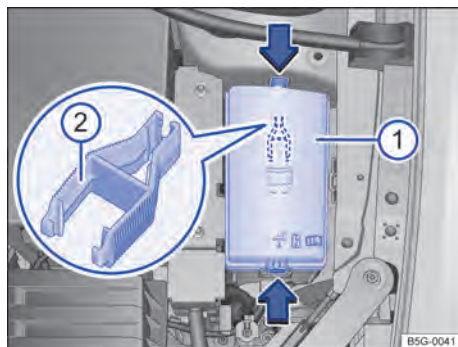

Fig. 136 No compartimento do motor: cobertura  da caixa de fusíveis com pinça de plástico .
→ Fig. 136 ①, para destravar a cobertura da caixa de fusíveis.
No lado interno da cobertura da caixa de fusíveis no compartimento do motor pode haver uma pinça de plástico → Fig. 136 ② para a retirada dos fusíveis.